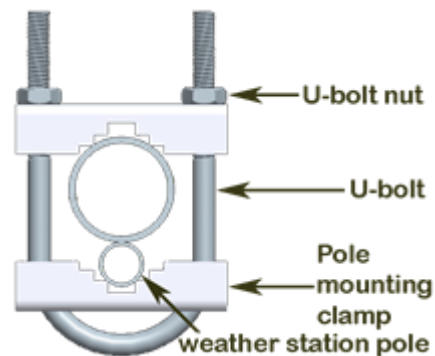

図 4.6
- ・ 設置用ポールに取り付けるには、図 4.6 のようなブラケットと U ボルトを使います。